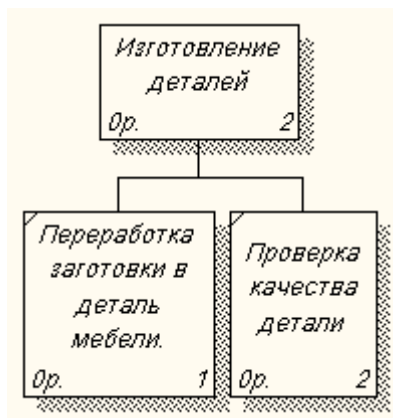

Рис. 4.9. Дерево узлов к работе «Изготовление деталей»
9. Проверьте себя (рис. 4.9.).